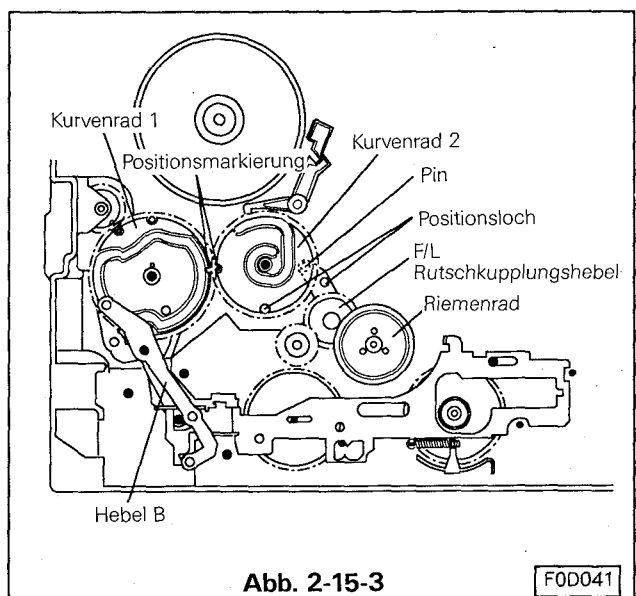

Abb. 2-15-3
- F. Den Hebel B so einsetzen das der Führungspine des Führungshebels sich in der Kurve des Kurvenrades 1 befindet. (Siehe Abb. 2-15-3). Den Hebel mit den Klemmrings sichern. Das Positionslöch des Hebels für die F/L Führungsrolle mit dem Positionslöch im Chassis in Übereinstimmung bringen. (Siehe Abb. 2-15-3)
- H. Die Markierung von Kurvenrad 1 und Kurvenrad 2 nebeneinanderstellen und das Positionslöch von Kurvenrad 2 über das Positionslöch des Chassis stellen. Das Kurvenrad 2 einbauen. (Siehe Abb. 2-15-3)